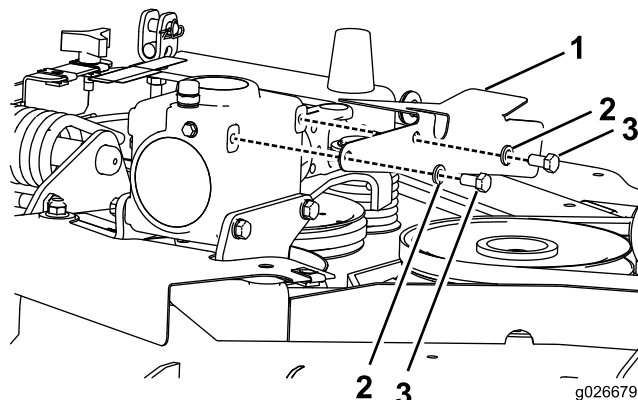

Figure 3
2. Positionnez le couvercle de l'arbre d'entraînement sur le boîtier d'engrenages, comme montré à la Figure 3.